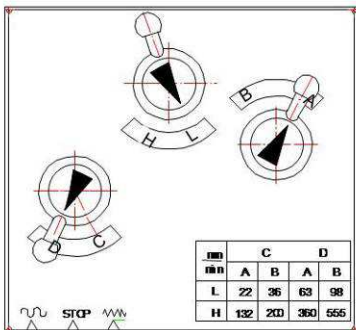

Рис.7
6.5.2 Автоматическое перемещение рабочего стола (Рис.7).